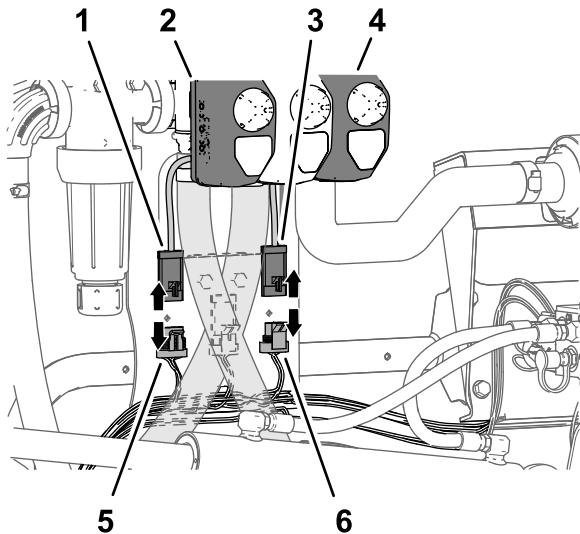

图32
2. 将标有喷洒率阀的机器线束 4 插槽接头图32从喷洒率阀致动器的 4 针接头处断开。
3. 将标有主喷洒阀的机器线束 3 插槽接头 图32从主喷洒阀致动器的 3 针接头处断开。